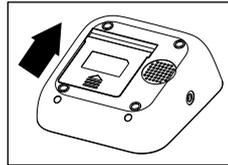

Bild 1
- Öffnen Sie den Deckel des Batteriefaches auf der Unterseite des Gerätes, indem Sie ihn in Pfeilrichtung aufschieben (Bild 1).
- Schließen Sie das Batteriefach wieder, indem Sie den Batteriedeckel entgegen der Pfeilrichtung schieben und einrasten lassen (Bild 1).